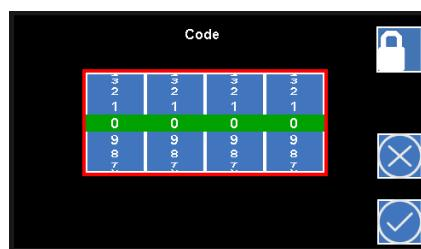

Figure 21
3. Appuyez sur l'icône **Appliquer** (2).
- Si le code est erroné, une bordure rouge apparaît autour des roues rotatives tant que le crochet est enfoncé (voir Figure 21). En relâchant, la fenêtre de code se ferme et le menu **Valeurs de mesure** s'affiche sans changement. L'écran principal reste fermé.